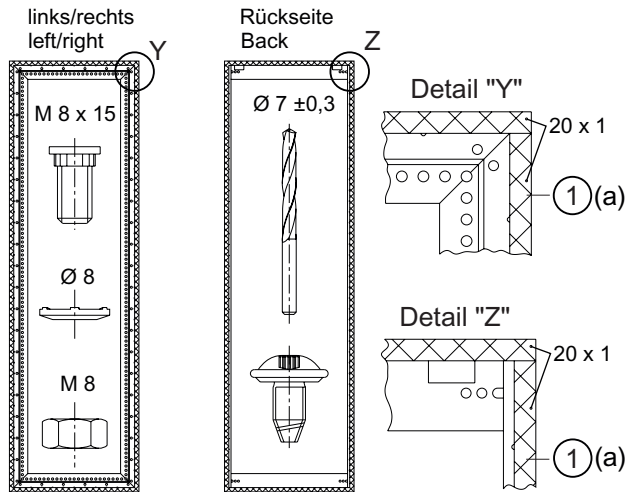

Bild 8a
- Um die Schutzart IP54 zu erreichen, muss vor dem Aneinanderreihen zweier oder mehrerer Schränke jeweils an einer der zu verbindenden Gerüstflächen zwischen der äußeren umlaufenden Lochreihe und der Rahmenkante ein Dichtungsband 20x1 mm umlaufend aufgeklebt werden, siehe Bild 8a (a).